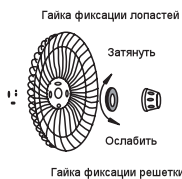

Рис.8
6. Отвинтите гайку фиксации лопастей по часовой стрелке, а гайку фиксации задней решетки против часовой стрелки и снимите их с оси мотора (Рис.8)